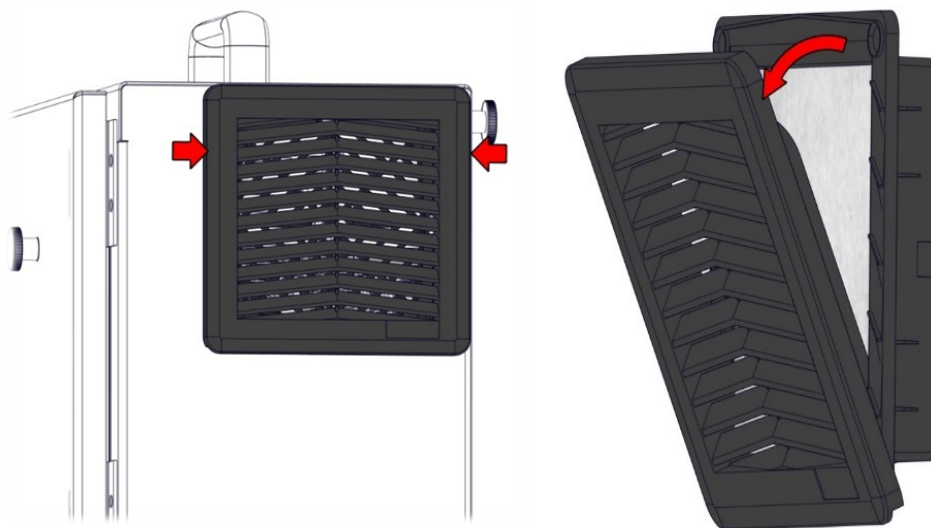

图 3.7。更换控制箱过滤器。
1. 拉动红色箭头所示的位置, 轻轻拆下塑料外框, 如下图 3.7 所示。框架向外倾斜。